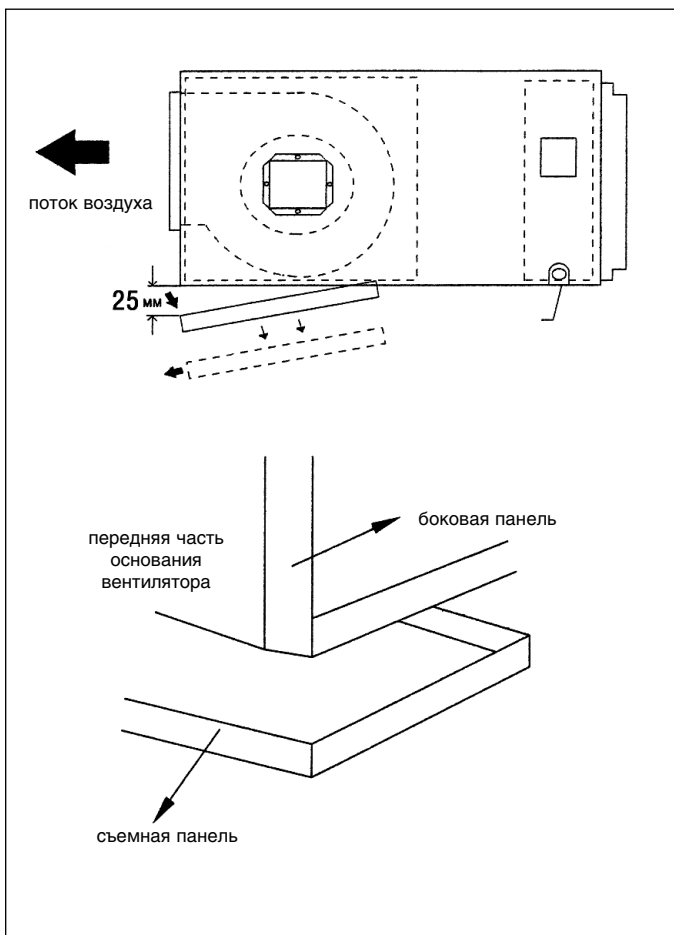

Рис. 5. Снятие съемной панели
Без необходимости не вынимайте из агрегата поддон для сбора конденсата, соединенный с дренажной трубкой. Съемная панель снимается следующим образом (см. рис. 5):
- 2) Потяните вниз съемную панель, как показано на рис. 5 (примерно на 25 мм).